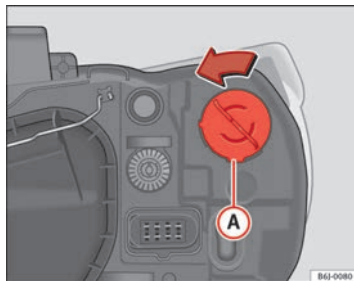

Fig. 156 Luce indicatore di direzione faro singolo
- Ruotare il portalampada ⇒ fig. 156 **A** verso sinistra e tirare.